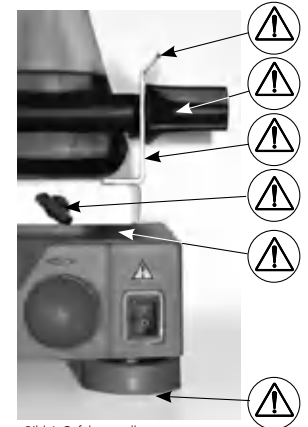

Bild 1 Gefahrenstellen
**Es dürfen keine bewegten Teile berührt werden (Quetsch-, Stoß- und Schnittgefahr, siehe Bild 1: Gefahrenstellen).**